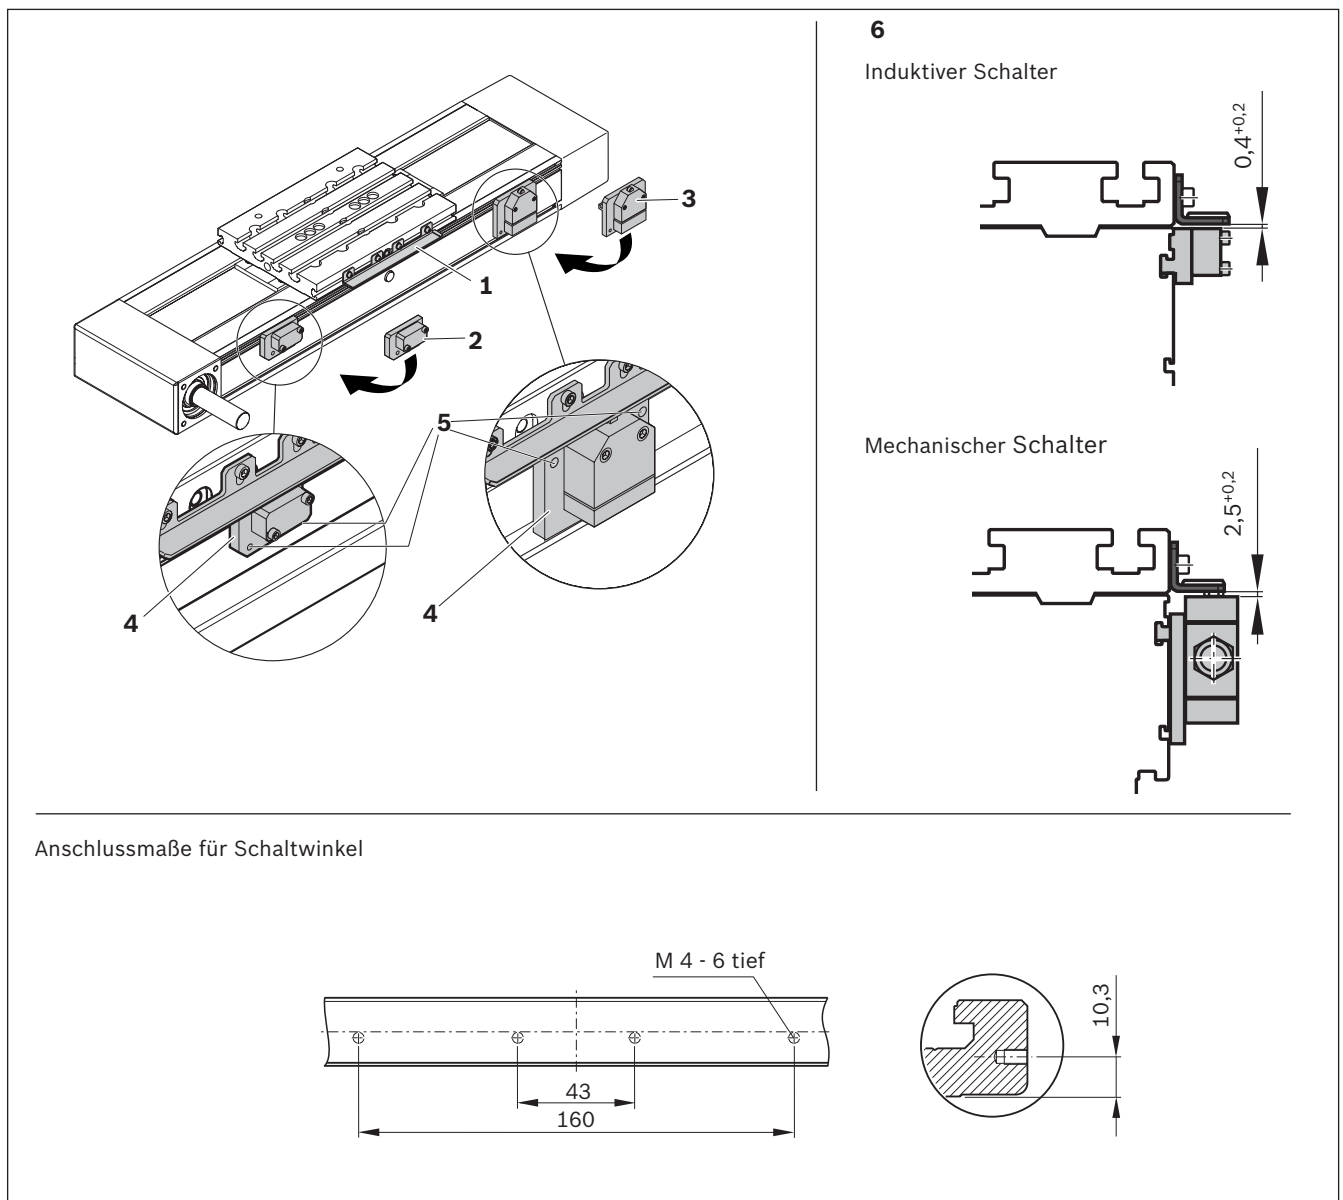

Fig. 11: Montage Schaltsystem am CKK/CKR-200
- ▶ Schaltwinkel (1) an der Verbindungsplatte festschrauben.
- ▶ Schaltwinkel an den Tischteilaufbauten festschrauben. Anschlussmaße beachten ➡ ☒ Fig. 11.